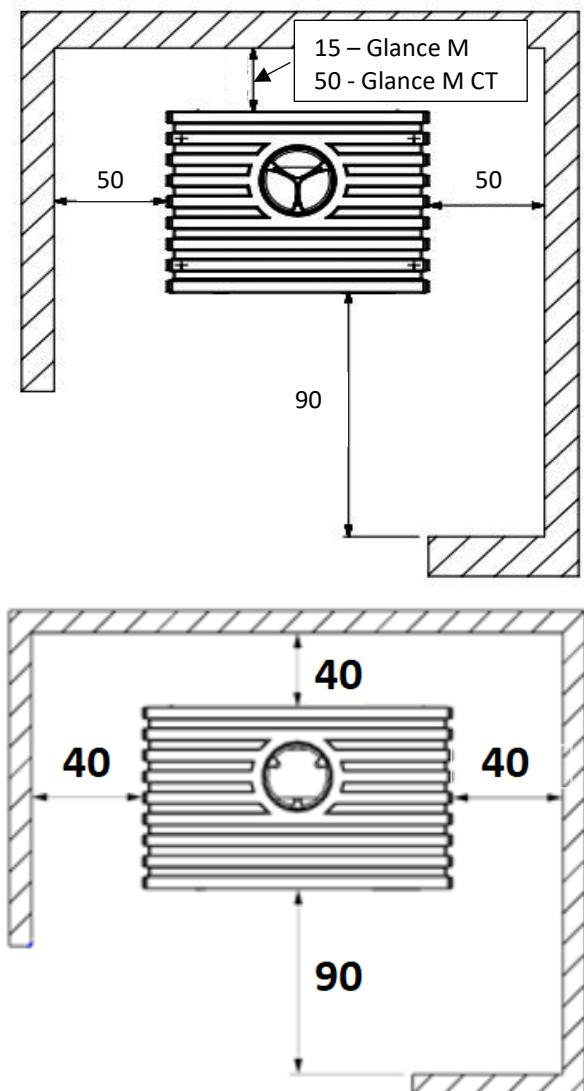

FIG. 7 - DISTANZE DI SICUREZZA (cm.)
- Lorsque vous installerez le poêle, tenez compte des distances de sécurité nécessaires du foyer et de la cheminée par rapport aux surfaces combustibles (parois de bois ou tapissées, sol en bois, etc.) Ces mêmes distances doivent être respectées lorsque le revêtement des parois ou des zones proches est susceptible de détérioration ou de déformation sous l'effet de la température (vernis, peintures, PVC, etc.). Fig. 7